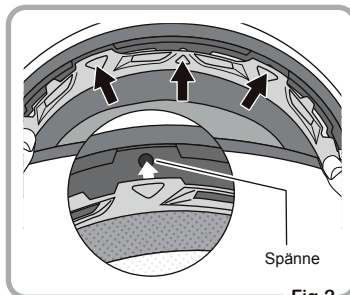

Fig.2
- ② Sätt in de tre spännena där fram som visas i Fig.2.